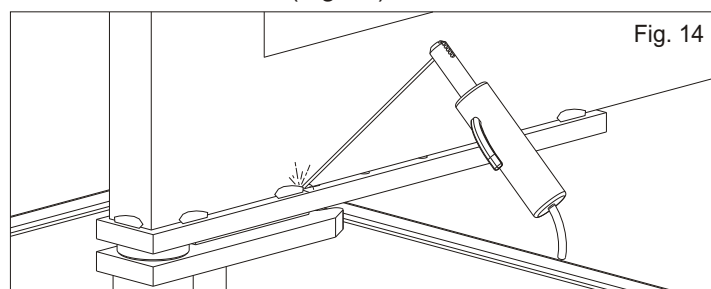

Fig. 14
3.2. soldar con cuidado el conjunto hoja a la hoja de la cancela realizando una fijación por tramos de aprox. 3-4 cm a lo largo de la superficie de contacto evitando la soldadura en las cercanías de lo huecos que tienen rosca, además de hacer en modo que venga respetada la perpendicularidad con las asas de rotación (Fig. 14)